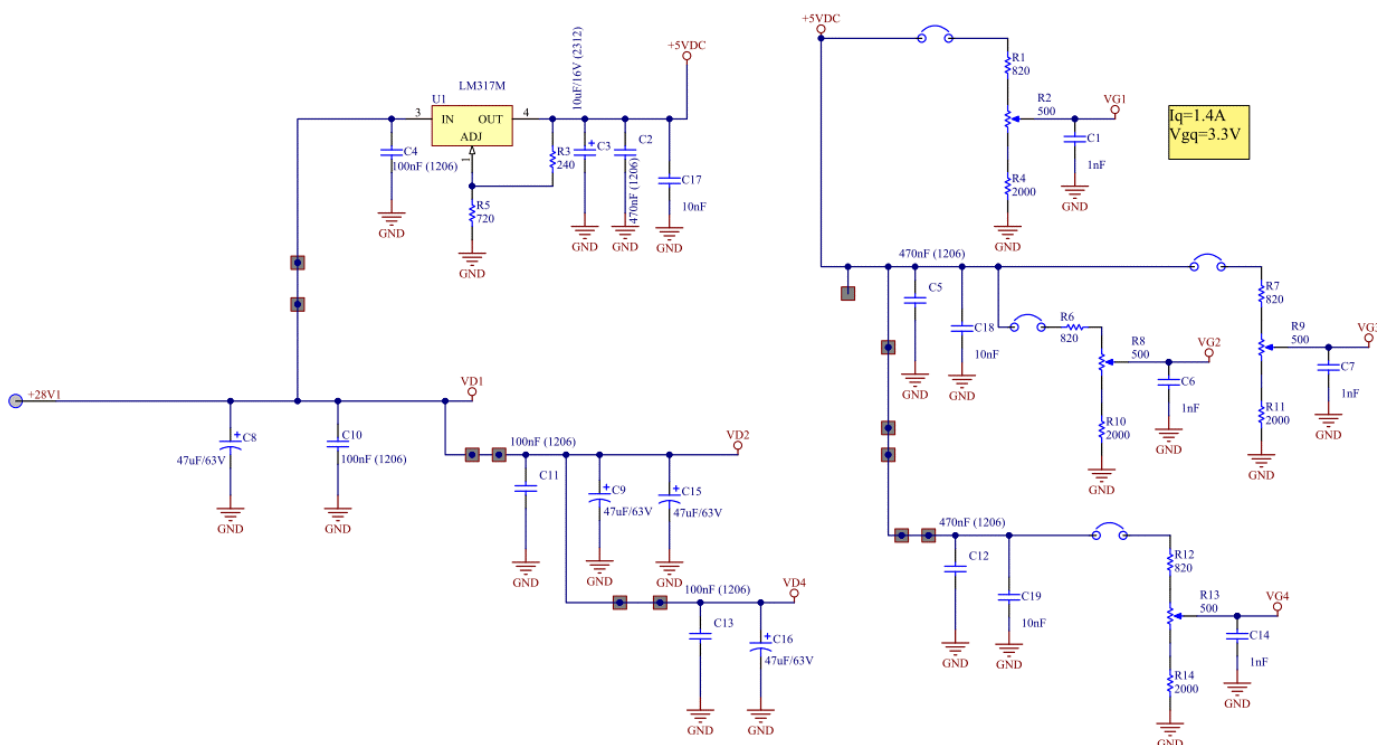

Figure 7 : Schéma de l'alimentation
Le PCB est en deux parties, l'entrée et la sortie. Au milieu vient s'intercaler le socle cuivre avec les transistors qui auront été soudés. Les composants sont préalablement montés sur les deux PCB ; ensuite les deux circuits sont vissés au support cuivre. En dernier on soude les gates et les drains des transistors. Petit conseil, réduire la longueur des pattes des transistors à 3 mm du boîtier et souder ensuite. Celà ne change rien aux performances mais facilite énormément un démontage ultérieur éventuel. La partie polarisation est présentée sur la Figure 7.
- Montage des composants de polarisation des gates et des drains en suivant le schéma de la Figure 7 et 8.